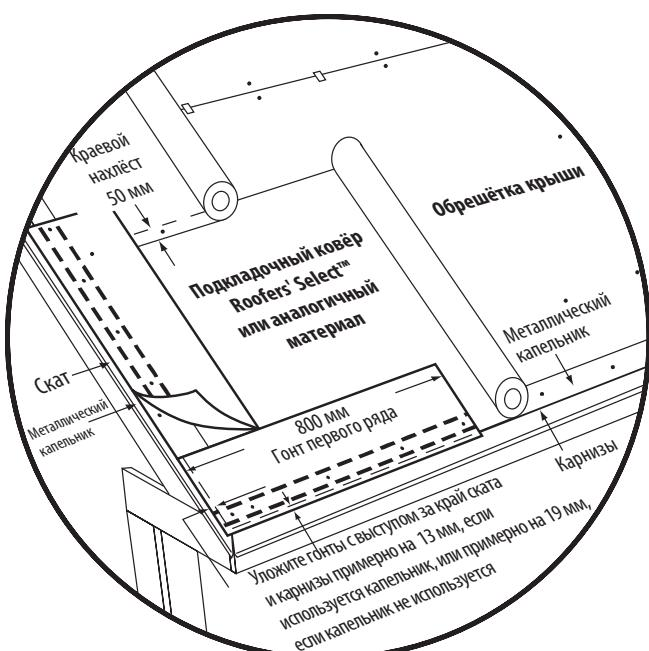

Рис. 14-12. Монтаж подкладочного ковра и капельника начального ряда на крышу со стандартным уклоном.
**1-Й РЯД:** Уложите целый гонт Hatteras в левом нижнем углу крыши. Убедитесь, что его язычки расположены вровень с гонтом начального ряда на карнизах и краю ската. (Рис. 14-12).